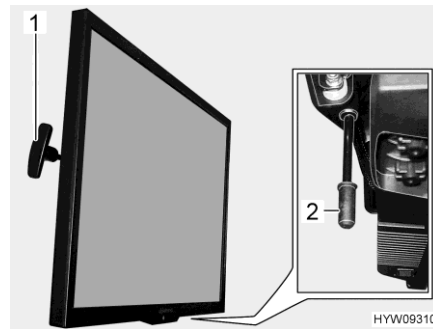

Bild 61 Platt bildskärm
- Dra i handtaget (Bild 61,1) och håll fast. Den platta bildskärmen är upplåst.
- Dra handtaget (Bild 61,2) nedåt och håll fast. Den platta bildskärmen är upplåst.